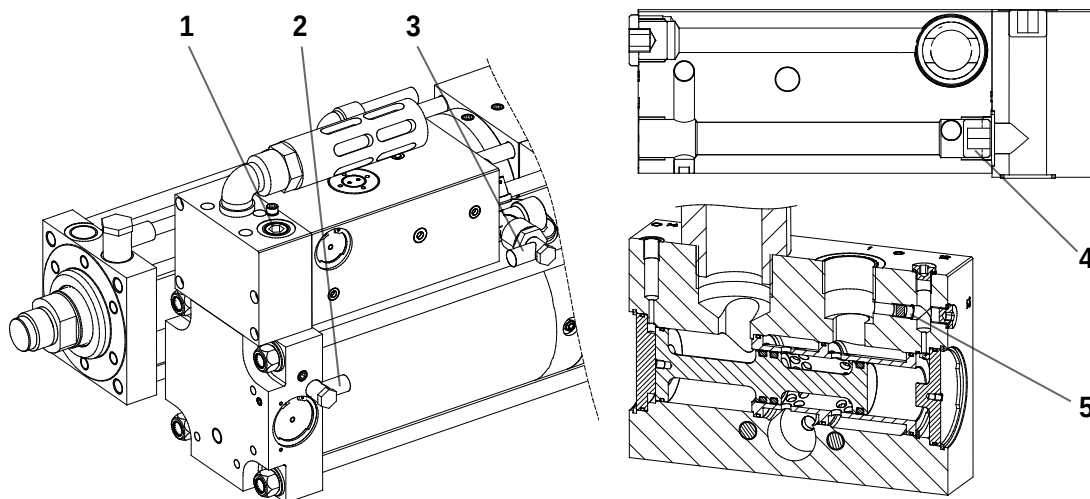

Fig. 21 Préparation de l'entraînement TOX® pour une alimentation externe pour la course de travail
- 1 Visser le bouchon fileté 245 (Fig. 21/4) par l'arrière sur le bloc de vannes ZVX. Cela interrompt la connexion entre le conduit d'approche rapide et celui de la course de travail.
- 2 Relier le raccord de la pression d'approche rapide 4.4 (Fig. 21/3) avec une pièce en T à l'avant du bloc de vannes ZVX avec le raccord 12 (Fig. 21/2) situé sur la valve de séquence.
- 3 Fermer l'orifice situé sur la valve de séquence (Fig. 21/5) avec un bouchon fileté M8 x 1.
- 4 Monter le dispositif externe d'alimentation pour la course de travail côté client sur le raccord 6.1 situé sur le bloc de vannes ZVX (Fig. 21/1).